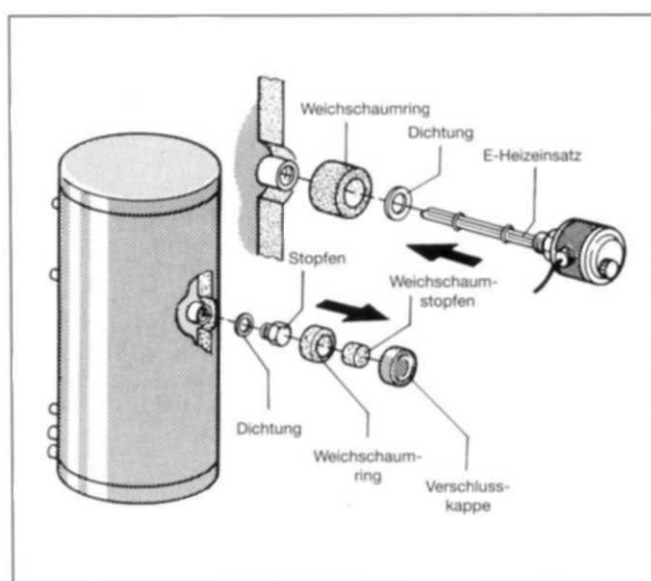

Рис. 1
- Открутите резьбовую заглушку с уплотнением (Рис. 1).
- Электронагревательный элемент вставить в гнездо вместе с уплотнением (Рис. 1).